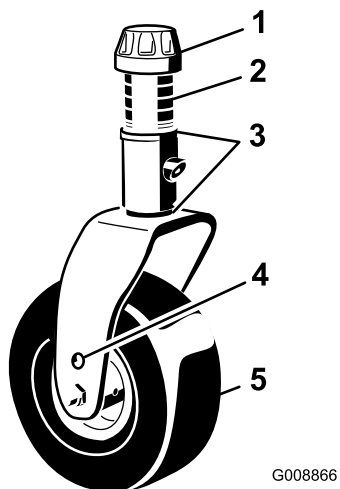
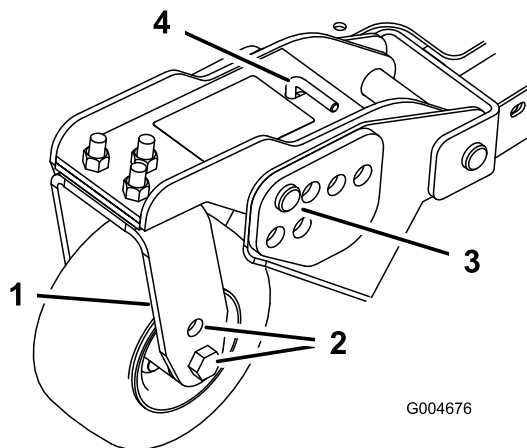
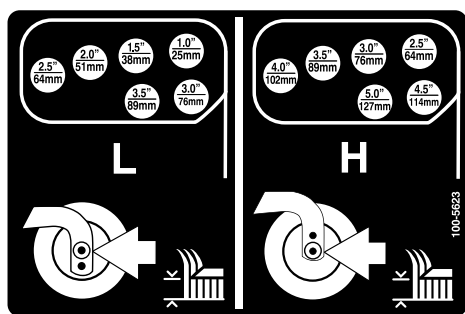

Figura 20
Figura 22
Figura 23
1. Posizionate gli assali delle ruote orientabili negli stessi fori di tutte le forcelle (Figura 20 e Figura 22).
2. Togliete il cappuccio di tensione dall'asse del perno ed estraete il perno dal braccio della ruota orientabile (Figura 20).
6. Togliete la coppia ed i perni con testa dai bracci di rotazione delle ruote orientabili (Figura 22).
7. Girate il tenditore per alzare o abbassare il braccio di rotazione finché i fori non sono allineati con i fori della staffa dell'altezza di taglio selezionati, nel telaio del piatto di taglio (Figura 22 e Figura 23).